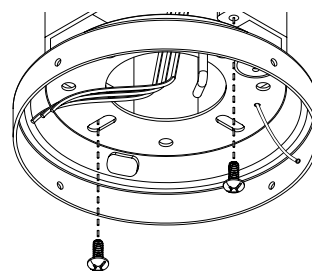

Figura 1.
- Fai passare i fili elettrici provenienti dal soffitto attraverso il foro centrale del supporto di fissaggio nel soffitto, come mostrato nella Figura 1